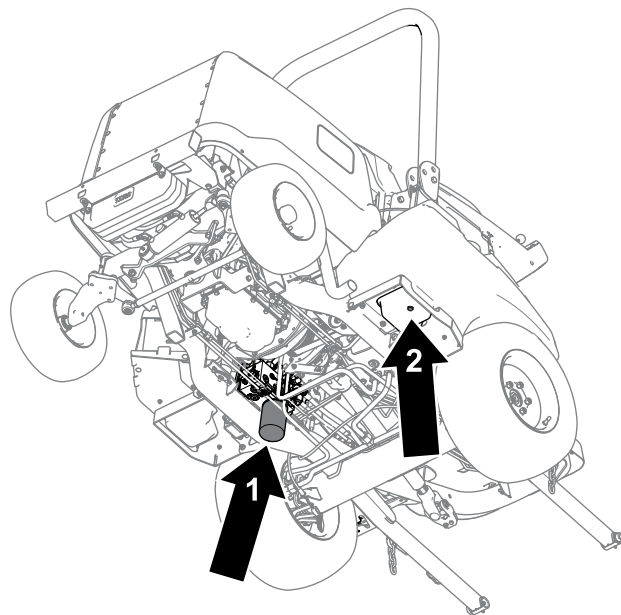

図 82
- タンクの底面にあるドレンプラグ図82を外し、流れ出すオイルを容器に受ける。
- フィルタの下に廃油受けを置き図82フィルタを外して排出されるオイルを回収する。